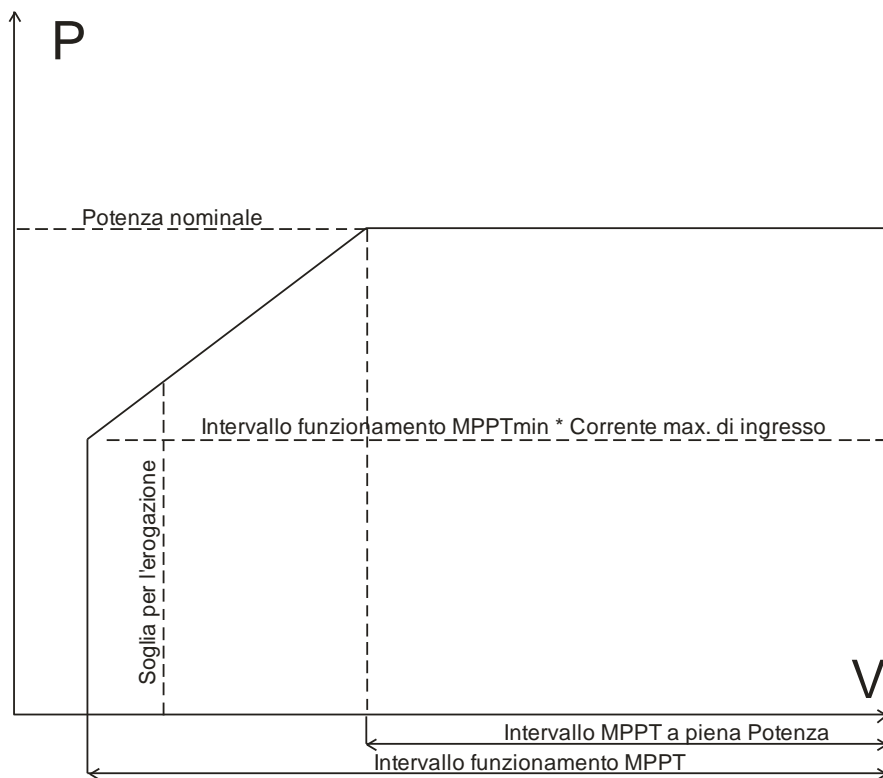

Figura 1: limitazione della Potenza in funzione della tensione di ingresso
- La corrente MPP del generatore FV è superiore a "Corrente max. di ingresso". Vedere "Figura 1" in Appendice.